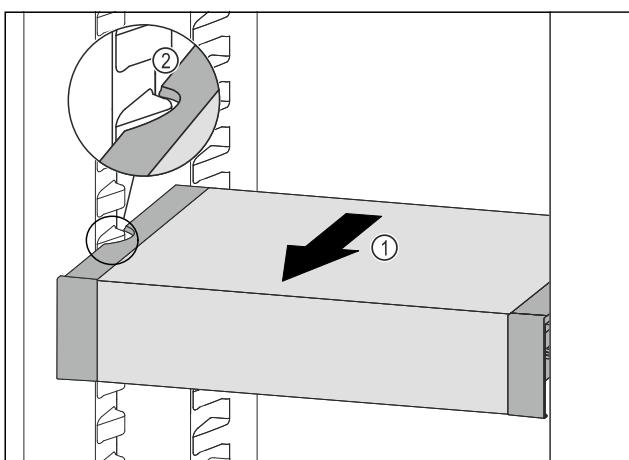

Fig. 113
- Predal VarioSafe povlecite naprej Fig. 113 (1), dokler nista stranska izreza predala VarioSafe na višini nastavka za posodo v hladilniku. Fig. 113 (2)